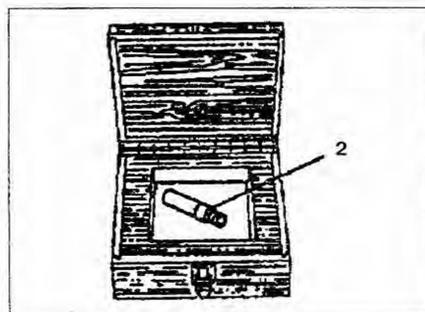

Рис. 2.35. Используя жидкий азот, охладите новую направляющую втулку 2.
16. Используя жидкий азот, охладите новую направляющую втулку 2 (рис. 2.35).